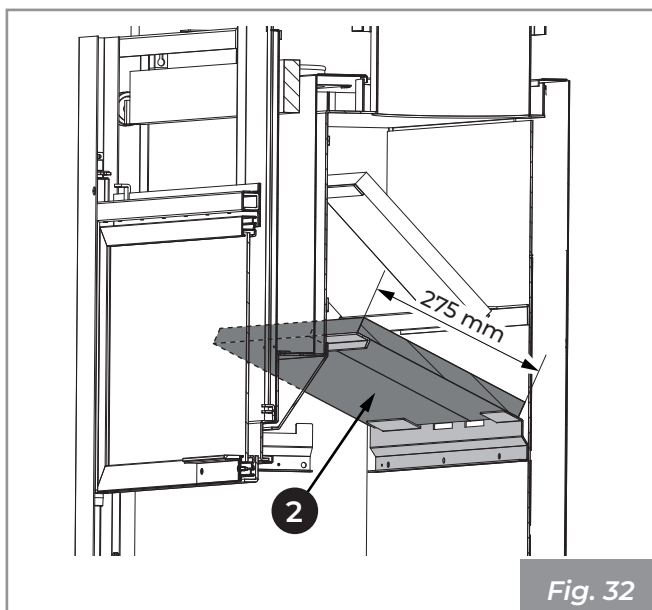

Fig. 32
- 4)** Sfilare ed estrarre i pannelli (**2**) (**Fig. 32**).